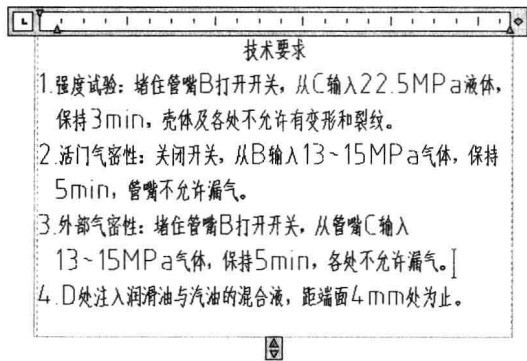

图 5-2-12
(7) 单击“确定”按钮，完成修改，如图 5-2-12 所示。